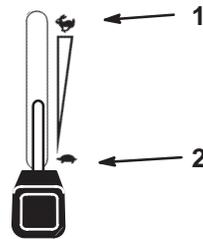

Figure 16
5. Placez la manette d'accélérateur en position de Régime maximum pour démarrer à froid (Fig 16).
1. Débrayez la PdF (Fig. 16).
2. Réglez la manette d'accélérateur à mi-course entre les positions de ralenti et de régime maximum (Fig. 16).